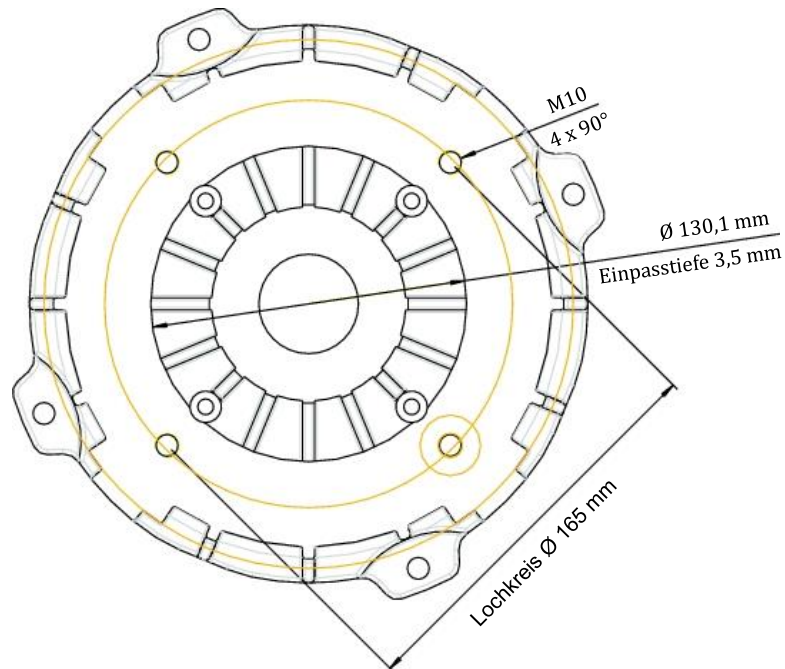

Abbildung 17: Flansch für Hydraulik- und Getriebeantriebe
- Verschließen Sie alle M10-Gewindebohrungen (☒ siehe Abbildung 17), die nicht für die Montage benötigt werden, mit einer Abdichtschraube.